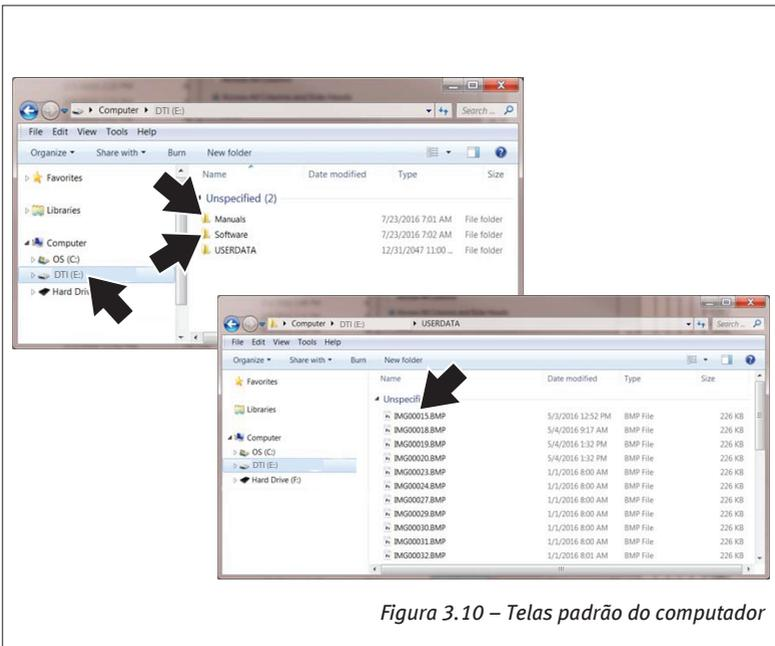

Figura 3.10 – Telas padrão do computador
4. O Termovisor Automotivo será reconhecido pelo seu computador como um dispositivo de armazenamento externo (por exemplo, DTI (E:), DTI (H:), etc.) (Figura 3.10).
5. Usando os aplicativos padrões do Windows no computador (por exemplo, Windows Explorer ou Computador), selecione as imagens salvas da pasta “USERDATA” ou selecione o arquivo do manual do usuário na pasta “Manuals” no cartão microSD do Termovisor Automotivo (Figura 3.10).